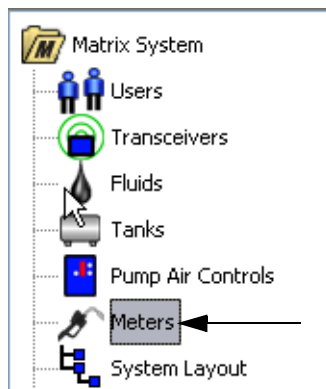

FIG. 85
1. Para mostrar la pantalla principal de configuración de los medidores, seleccione **Medidores** de la lista del Panel del sistema Matrix (FIG. 85).